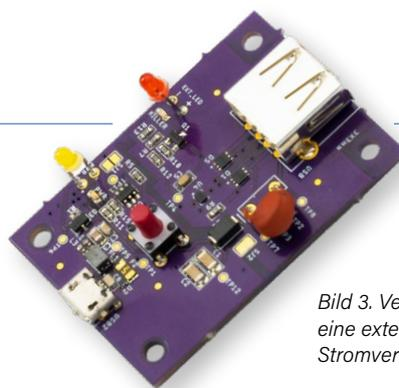

Bild 3. Version 2 benötigt eine externe 5-VDC-Stromversorgung.
2. Da wir den USB-Killer-Detektor online verkaufen wollten, haben wir eine Version mit externer Stromversorgung entwickelt, da es schwierig ist, LiPo-Batterien und Geräte mit solchen Batterien zu versenden. Man benötigt ein Micro-USB-Kabel, das 5 V liefert (**Bild 3**). Verwenden Sie auch bitte ein Handy-Ladegerät für die Stromversorgung, nicht Ihren Computer.